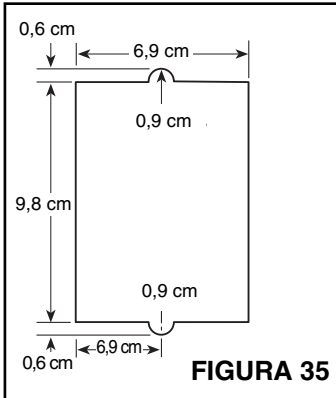

FIGURA 35
- Haga un recorte conforme a las dimensiones en la Figura 35.